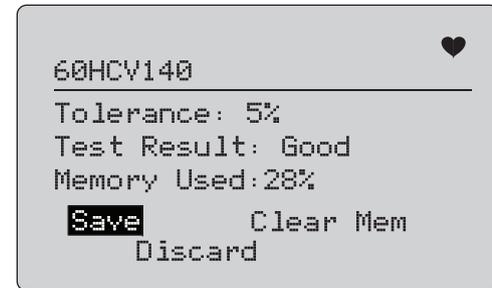

Figura 59. Risultati test
7. Premere  per iniziare il test. Vedere la figura 59.